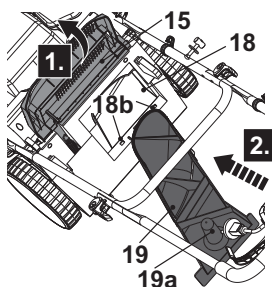

Fig. 15
1. Abra el protector del deflector (15), mantenga el mango (19a) en posición e introduzca el accesorio de trituración (19) en el conducto de descarga trasero (18) (Fig. 15). Asegúrese de que las espigas (19b) encajan en las ranuras del conducto de descarga trasero (18b).